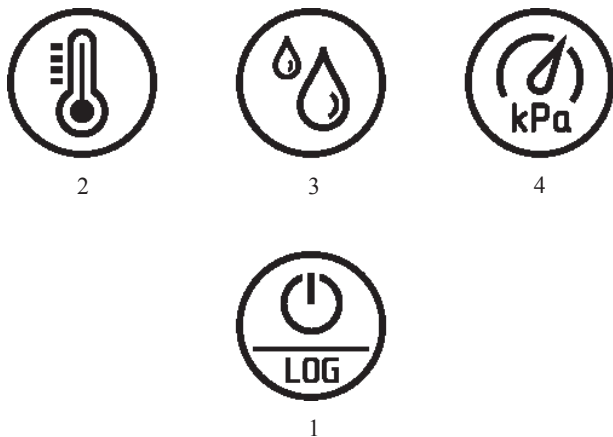

Рис.2 – Кнопки управления.
5.5 Включение прибора и его отключение производится однократным нажатием кнопки ВКЛ./ВЫКЛ. (1, Рис.2).
По умолчанию, после включения прибора запускается циклический режим работы. Для перехода в режим быстрых измерений достаточно выбрать желаемый измеряемый параметр нажатием на соответствующую кнопку (2–4, Рис.2). При этом на экране прибора начнет мигать размерность измеряемого параметра, что символизирует о том, что в данный момент запущен режим быстрых измерений. Для выхода из данного режима необходимо зажать на две секунды кнопку (2–4, Рис.2), соответствующую текущему измеряемому параметру. Мигание размерности прекратится, и прибор перейдет в циклический режим. Прибор, находясь в режиме быстрых измерений и если не было нажатий на кнопки, автоматически, через 60 минут, перейдет на циклический режим измерения и отображения данных.
Запуск регистратора данных осуществляется через специальное меню, войти в которое можно, зажав у включенного прибора на несколько секунд кнопку LOG (1, Рис.2). На экран прибора будет выведено текущее состояние даталоггера (Рис.4). Если регистратор включен, то на экране прибора отобразится символ “Lr_On” (а, Рис.4); если выключен – “Lr_OF” (б, Рис.4). Если внутренняя память прибора полностью заполнена, то на экране прибора отобразится символ “FULL” (в, Рис.4). Одинокое нажатие на кнопку LOG приводит к смене текущего состояния регистратора
7.3 Включите прибор однократным нажатием на кнопку включения прибора (1, Рис.2). После включения прибор перейдет в режим измерения температуры (Рис.3, а).
7.4 Для перехода в режим измерения влажности (Рис.3, б) или в режим измерения атмосферного давления (Рис.3, в) нужно нажать на соответствующую кнопку смены режима измерения (Рис.2).